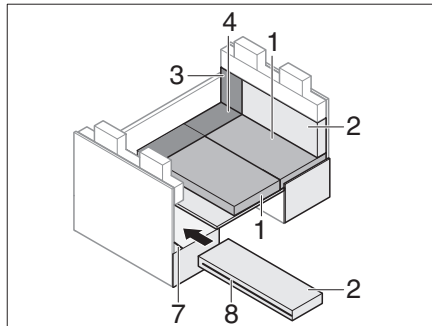

Bild 198 Medan ombyggnaden pågår
- Öppna blixtlåset (Bild 198,8) på ryggdynan.
- Placera spåret i ryggdynan över ISOFIX-traversen (Bild 198,7).